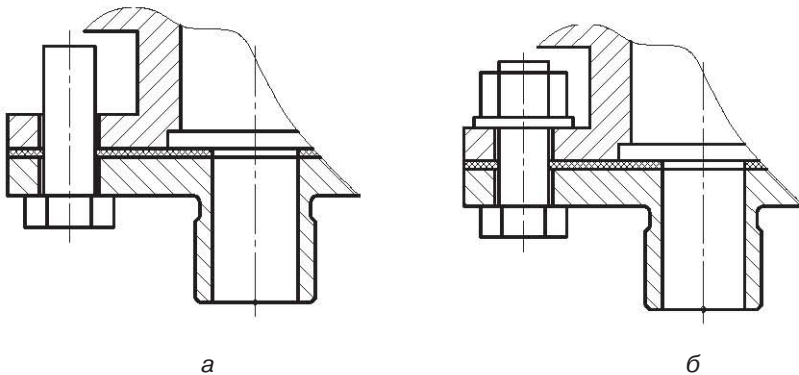

Рис. 3.8. Результат установки: а — болта; б — шайбы и гайки
16. После этого система построит фантом болта, который можно свободно перемещать в окне модели сборки. Для размещения болта необходимо выполнить команду **Укажите элемент базирования крепежной детали**. После указания цилиндрической поверхности отверстия под болт на него накладывается сопряжение **Соосность**, а после указания плоской грани под головкой болта — сопряжение **Совпадение**. Для окончания размещения нажмите на кнопку **Создать объект**. Болт займет свое место (рис. 3.8, а).
17. Из библиотеки крепежа поочередно выберите шайбу и гайку необходимых размеров. Для окончательного размещения этих компонентов (рис. 3.8, б) укажите соответствующие элементы базирования.